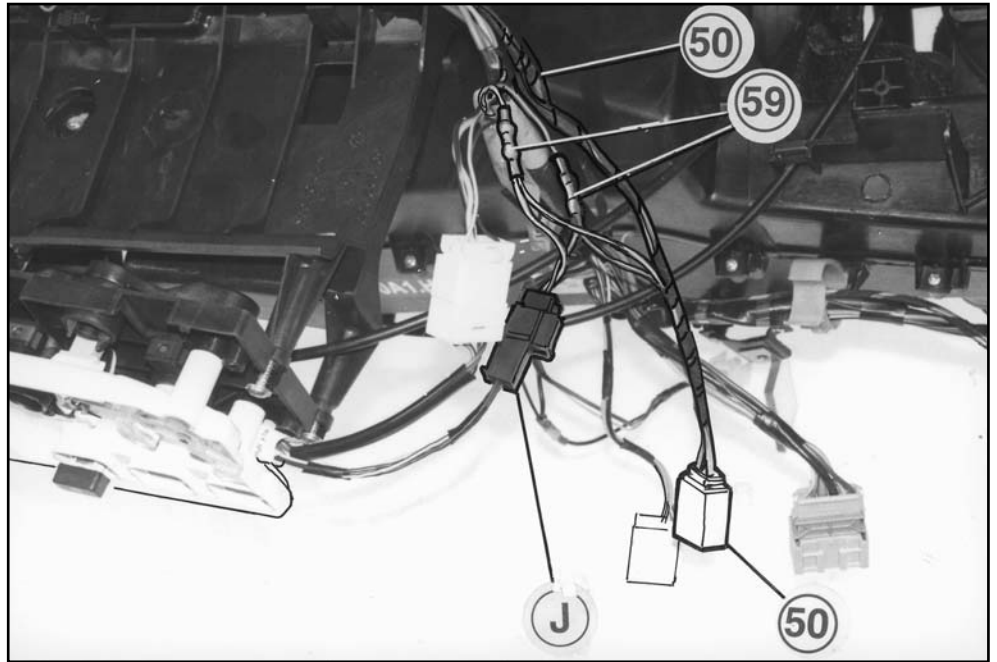

FIG. 42
ATTENZIONE: la colorazione dei cavi originali cablati al connettore «Q» e la soluzione di collegamento ai medesimi (vedi anche fig. 42) varia in funzione del tipo di alimentazione del motorino ventilante (vedi pos. 2-11-12 degli schemi elettrici allegati).
ATTENTION: the coloring of the original wiring connected to connector «Q» and the solution for connection vary (also see Fig. 42) depending on the type of power supply used by the fan motor (see the enclosed wiring diagram, pos. 2-11-12).
ACHTUNG: die Farbe der an den Steckverbinder «Q» angeschlossenen Original-Kabel und die Anschlusslösung an denselben (siehe auch Abb. 42) variiert je nach dem Versorgungstyp des Lüftermotors (siehe Pos. 2-11-12 der elektrischen Schemen im Anhang).
ATENCIÓN: la coloración de los cables originales cableados al conector «Q» y la solución de la conexión a los mismos (véase también fig.42) cambia según el tipo de alimentación del motorcillo ventilante (véase pos. 2-11-12 de los esquemas eléctricos adjuntos).